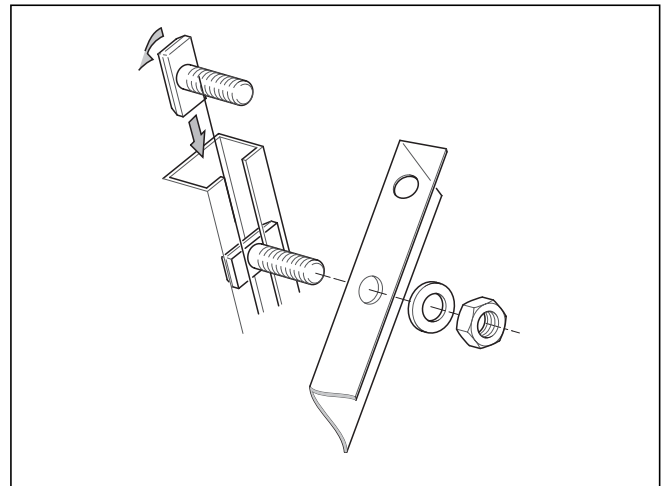

Abb. 7.17 Winkelprofile verbinden
- Verbinden Sie die freien Enden der montierten Winkelprofile mit dem C-Profil mit Hilfe der Hammerkopfschrauben M10 x 30, Kopf­länge 23mm, Unterlegscheibe und Mutter (s. Abb. 7.17).